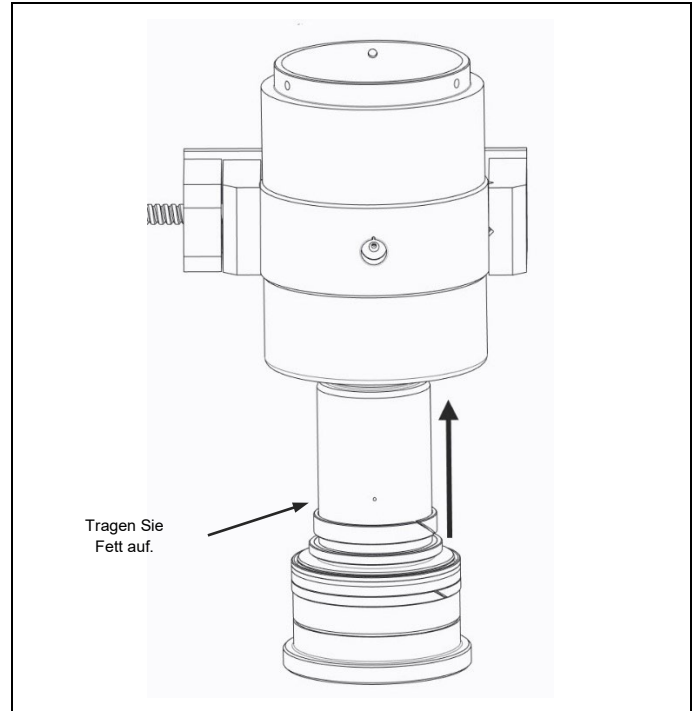

Abb. 4.7 Fett auftragen, und den Kolben einsetzen
- a) Wenn Sie den Kolbengruppe in den Körper gleiten lassen, achten Sie darauf, keine der inneren Oberflächen zu beschädigen. (Abb. 4.7)